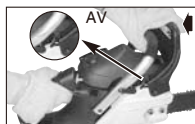

Fig. 7A
1. KJEDEBREMSEN er DEAKTIVERT (kjeden kan beveges) når BREMSESPAKEN ER TRUKKET BAK OG LÅST. Sørg for at kjedebremsehendelen er i AV-posisjonen. (Fig. 7A)